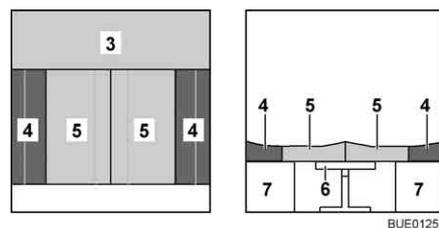

Bild 96 Nach dem Umbau
- Die Rückenpolster (Bild 96,4) an die Außenwand legen. Keilform beachten.
- Die beiden Sitzpolster (Bild 96,5) zwischen die Rückenpolster drücken. Keilform beachten.